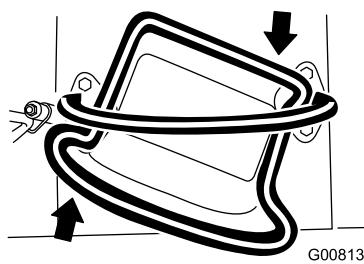

Bild 9
- Drehen Sie den Fahrantreibshebel nach rechts, um nach rechts zu fahren (Bild 9).